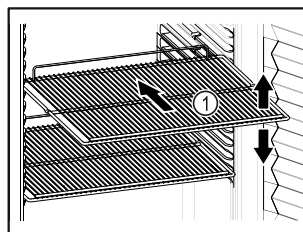

Fig. 48 Példaként szolgáló ábrázolás
- Ha a tároló rácsok Fig. 48 (1) áthelyezhetőek, akkor igazítsa be őket a kívánt magasságnak megfelelően.